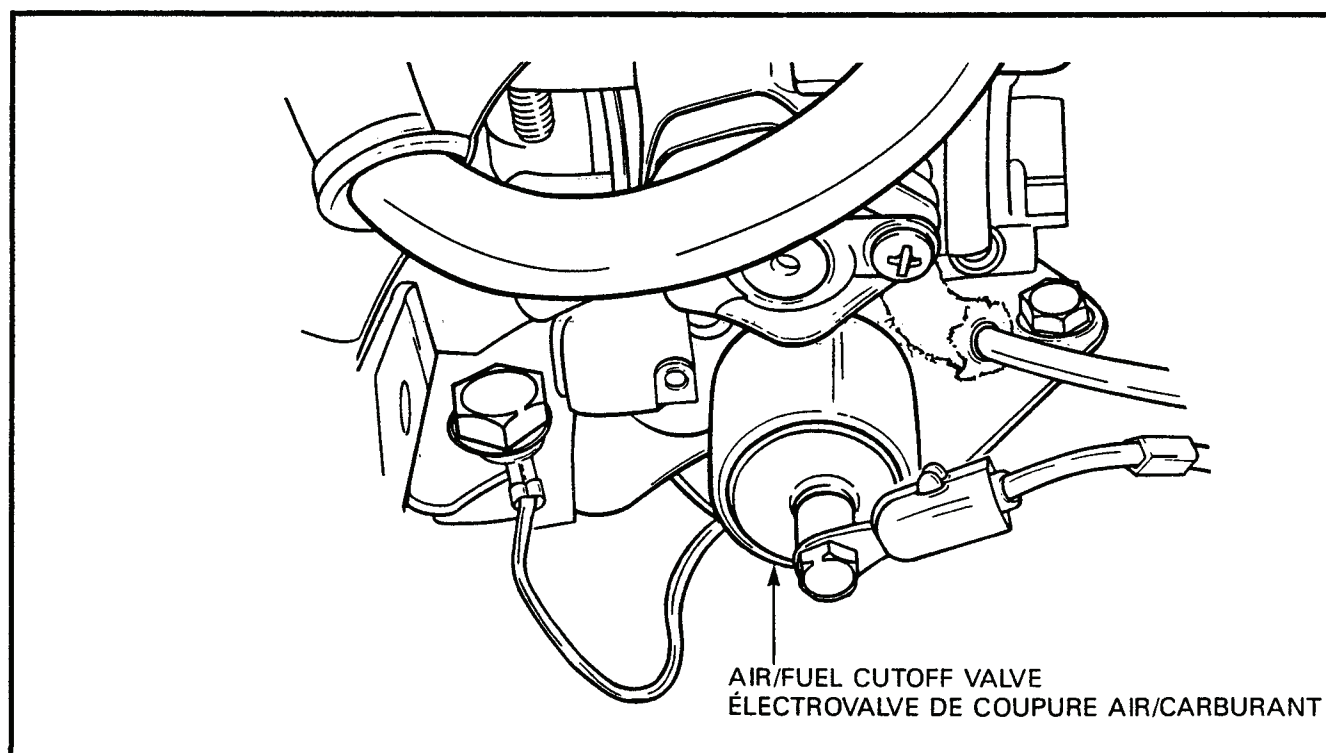

Figure 2-1-2 Air/Fuel Cutoff Valve
- j. Disconnect the electrical lead from the air/fuel cutoff valve of the carburetor, see Figure 2-1-2.
- j. Débrancher le câble électrique de l'électrovalve de coupure air/carburant du carburateur, voir figure 2-1-2.